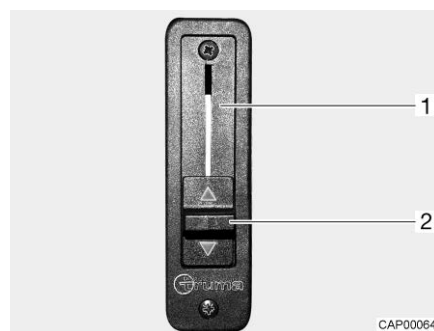

Fig. 37 Régulateur à coulisse pour blocage de phase
- Pousser à fond le régulateur à coulisse (Fig. 37,2) vers le haut. Le blocage de phase (Fig. 37,1) est ouvert. Le chauffage de l'espace habitable chauffe également le pare-brise.
- Pousser à fond le régulateur à coulisse (Fig. 37,2) vers le bas. Le blocage de phase est fermé. Le chauffage de l'espace habitable et celui du véhicule porteur sont séparés l'un de l'autre.